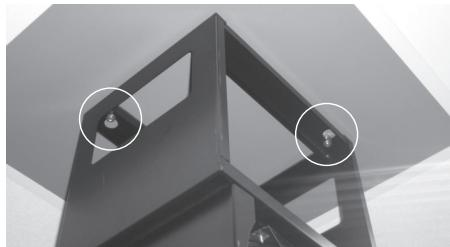

Abb. 1
3. Erst zwei Schrauben in die Dübel einschrauben (noch nicht komplett festziehen). Die Motoreinheit hinter die bereits angebrachten Schrauben haken (Abb. 1). Die Motoreinheit mittig zum Kochfeld ausrichten. Darauf achten, dass die Motoreinheit auf das Kochfeld ausgerichtet an der Decke hängt.